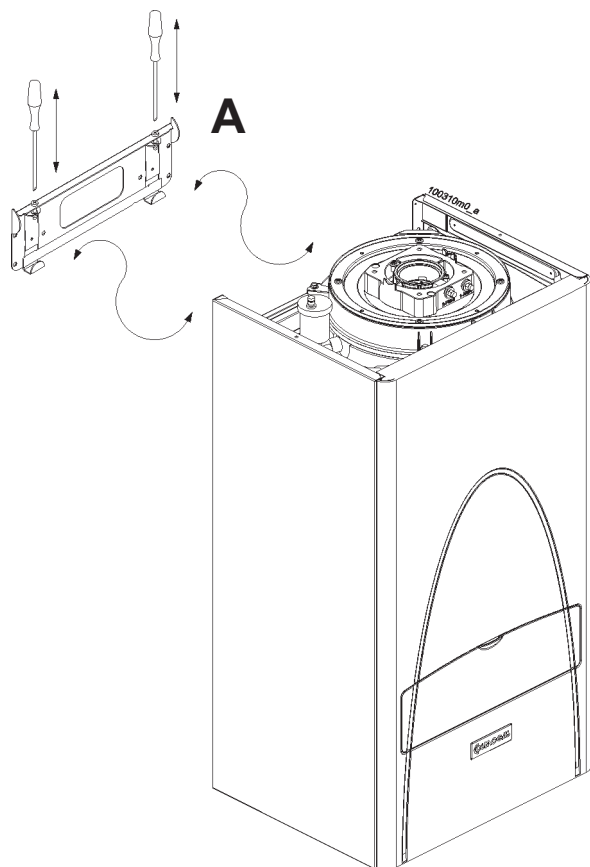

Figura 4 - Piastra regolabile di sostegno
- fissare la staffa di sostegno A (vedi figura 4), alla parete, con le viti dei tasselli a corredo;
- appendere la caldaia alla staffa A (vedi figura 4);